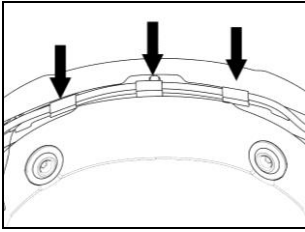

Fig. 34
- Placez le câblage et l'antenne à l'arrière du casque (Fig. 34).